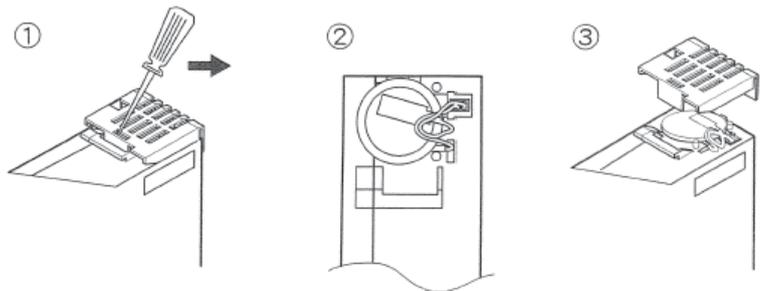

Fig. 18: Wechsel der Batterie in der CPU-Baugruppe
- Der Ladezustand der Echtzeituhr-Pufferbatterie wird vom System erfasst und ggf. gemeldet. Darüber hinaus wird ein Tauschzyklus von 12 Monaten empfohlen. Zu diesem Zweck ist die Batterie in der CPU-Baugruppe zu wechseln (siehe Fig. 18).